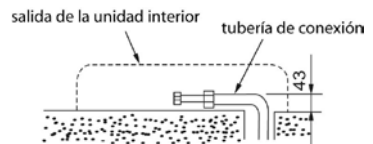

Ilustración 43
2. Para instalar la tubería de derecha o izquierda posterior, instale la tubería según lo ilustrado. Doblar la tubería de conexión y colocarla más o menos a 43 mm. de la pared. (Ilustración 43)